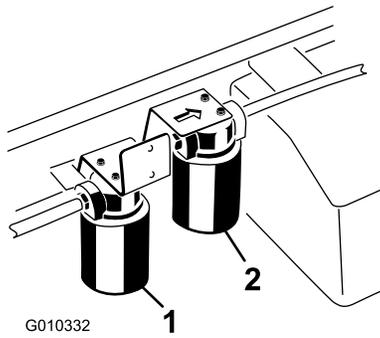

Рисунок 71
- Поместите поддон под фильтр, а затем снимите фильтр (Рисунок 71).
4. Очистите зону вокруг места крепления фильтра повышенной пропускной способности (Рисунок 71).